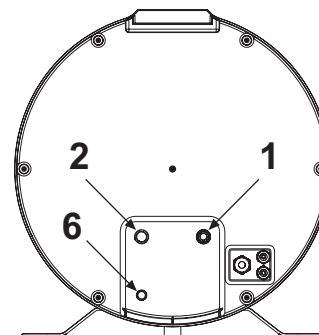

fig. 33
- Raccorder la canalisation d'alimentation en eau froide et la canalisation de sortie aux points de raccordement appropriés (fig. 33).